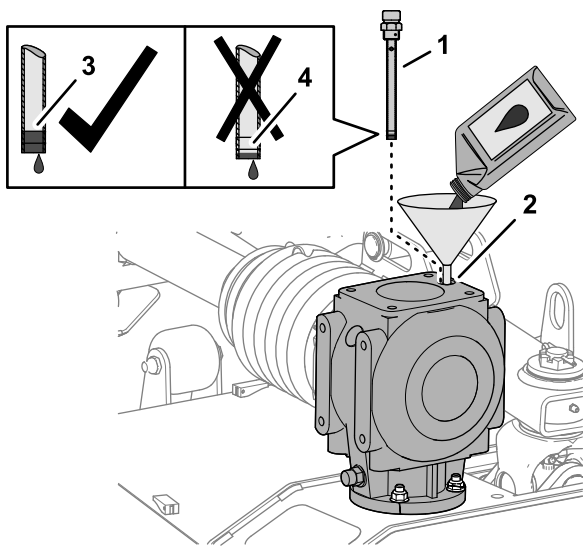

Рисунок 63
1. Долейте 1,06 л трансмиссионного масла указанного типа в редуктор через отверстие для масломерного щупа (Рисунок 63).
2. Заверните масломерный щуп в отверстие, выверните щуп и проверьте уровень масла по щупу (Рисунок 63).
4. Заверните масломерный щуп в заливное отверстие и затяните его (Рисунок 63).